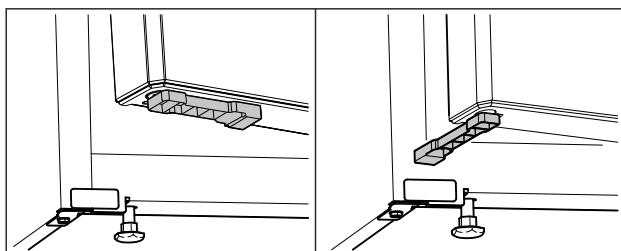

Fig. 69 *
- Ruotare il distanziale della porta di 90°. (vedere Fig. 69) *